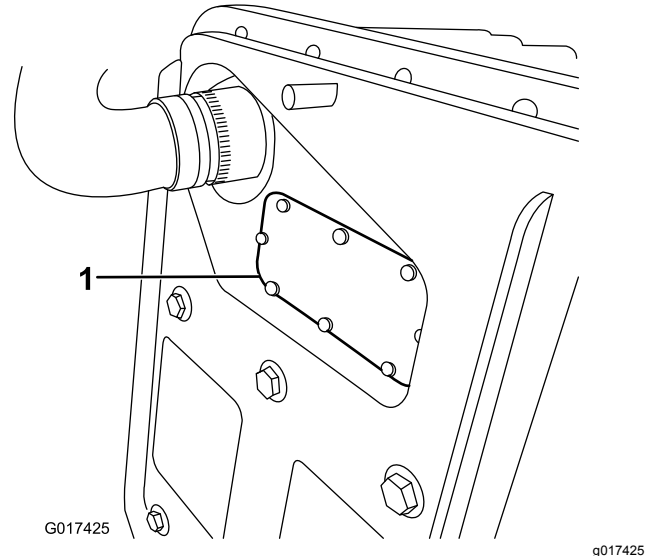

Figure 43
- B. Enlevez le couvercle de fusible (Figure 43).